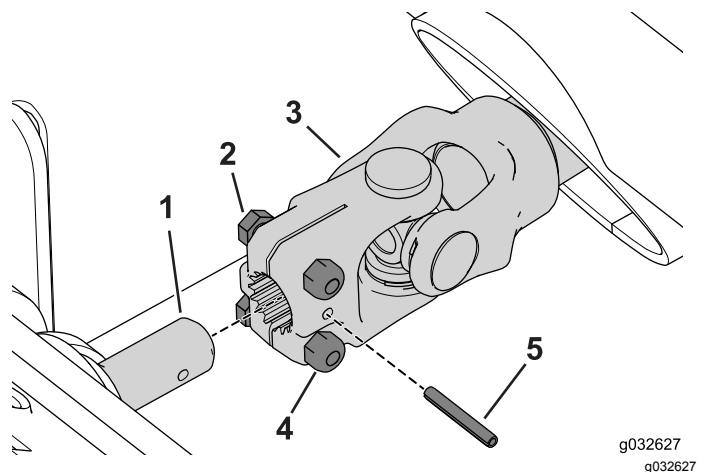

図 125
1. ロールピンで、駆動シャフトをギアボックスのシャフトに固定する 図 125。